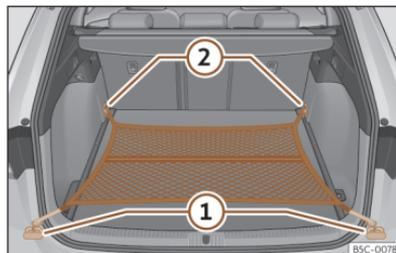

Abb. 186 Im Gepäckraum: flach eingehängtes Gepäckraumnetz.
- Hängen Sie die Haken in die Verzurrösen ein >>> (Abb. 186) ① und ② >>> ⚠. Der Reißverschluss des Gepäckraumnetzes muss dabei nach oben zeigen.